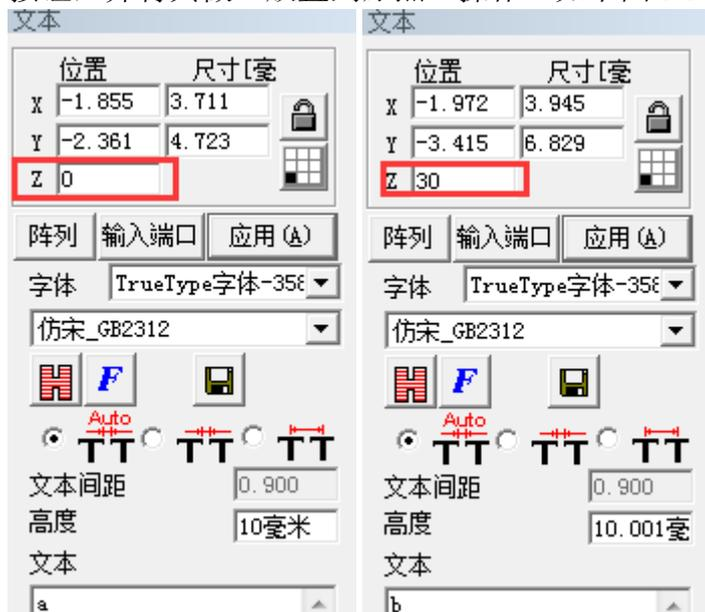

图 8-5-1 字母 a 的设置 图 8-5-2 字母 b 的设置 图 8-5-3 字母 c 的设置
1、在软件工作空间中绘制字母 a，将 Z 轴位置设置为 0。设置无误后点击“应用”按钮，并将其做“放置到原点”操作。如下图 8-5-1 所示：